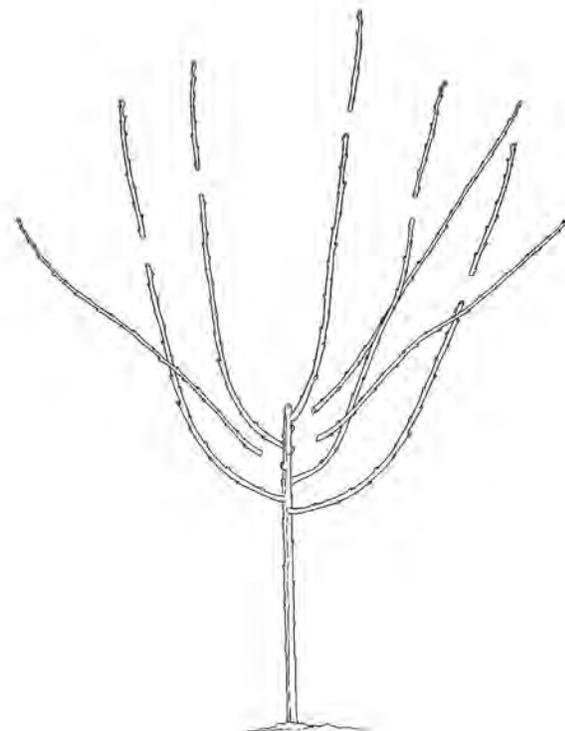

Figura 26
- Para promover la ramificación y establecer una espiral permanente de ramas primarias laterales en la parte inferior del árbol, recorte todos los ejes aproximadamente 24 pulgadas encima de su base (Figura 26).